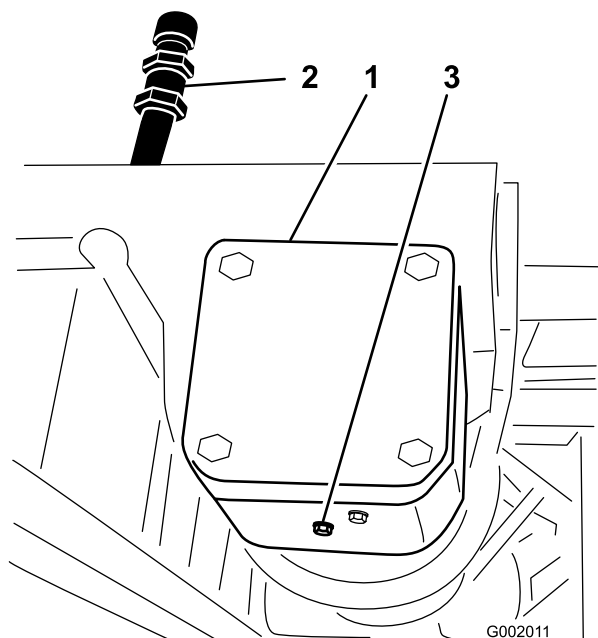

Figura 71
2. Coloque um recipiente de escoamento debaixo do bujão de drenagem da caixa de velocidades da accionamento da bomba (Figura 71).
- Retire o bujão de enchimento e escoamento (Figura 71), para permitir a drenagem do óleo para o recipiente.